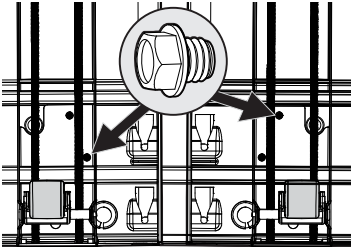

Fig. 4
- b. À l'aide d'un boulon 5H et d'une perceuse électrique, fixez le bas de l'assemblage du niveleur avec un tourne-écrou hexagonal de 3/8 po dans le trou qui chevauche le trou de la vis (Fig. 4).